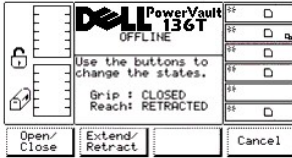

图 96. 维修 > 磁带库 > 诊断 > 夹紧装置 > 步进 > 夹紧装置对话框
- 1 如果按下**确定**软键下方的按钮，将显示下一个对话框。请参考图 96。